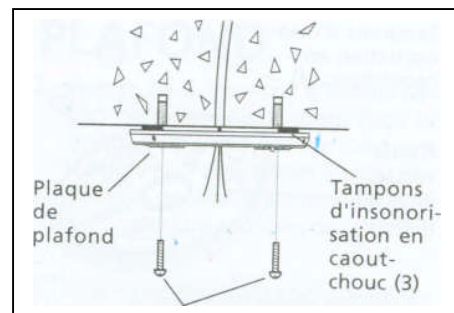

Figure 2f - Fixation de la plaque de plafond
5. Vissez les vis M5 x 30 mm dans les chevilles de manière à ce que la plaque de plafond soit bien contre le plafond. Voir figure 2f.